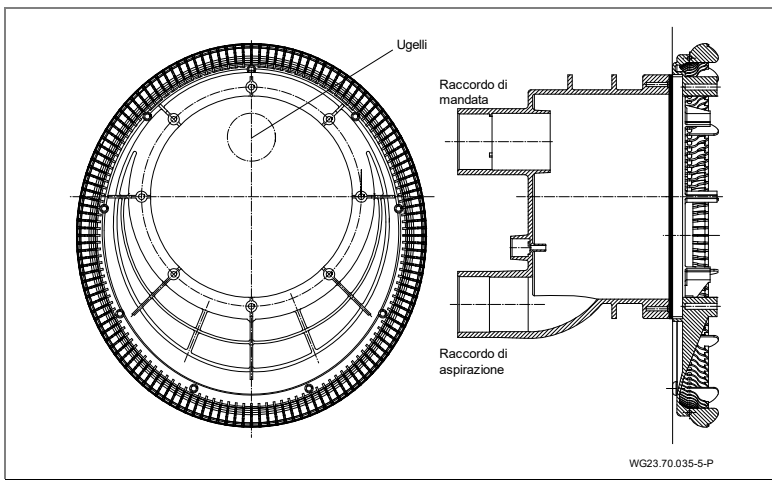
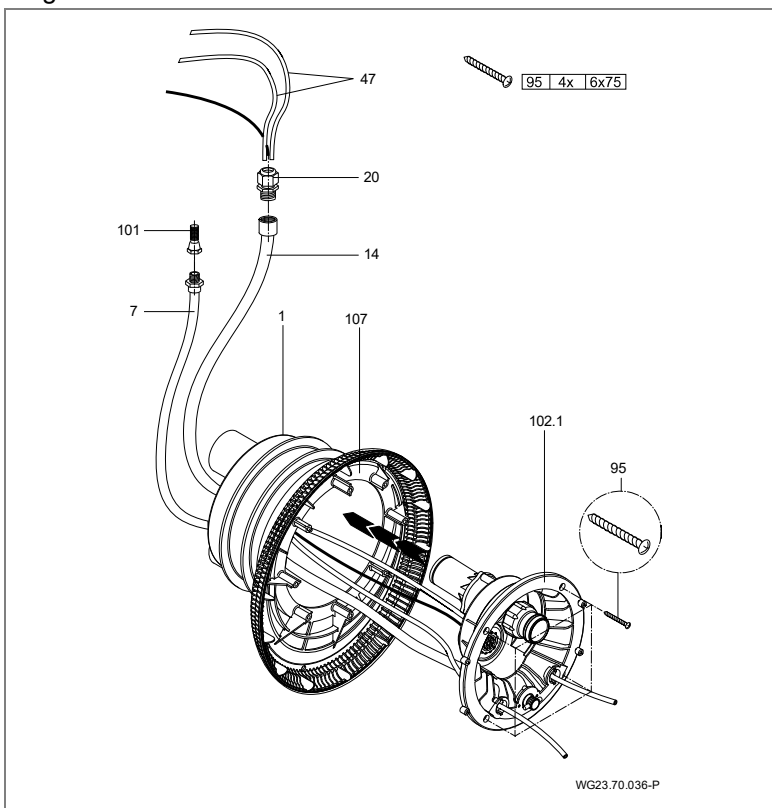

Fig. 16
Fig. 17
2. Applicare il corpo di aspirazione (107) all'anello elastico. Osservare la corretta posizione di montaggio. (Fig. 16)
3. Applicare l'alloggiamento degli ugelli (102.1) sul corpo da murare (1).
5. Fissare il tubo dell'aria con il morsetto (8) al regolatore aria (21) montato da parte del costruttore.
6. Fissare l'alloggiamento degli ugelli (102.1) con quattro viti autofilettanti (95) al corpo da murare (1). (Fig. 17)
10. Fissare i tappi decorativi nella copertura della luce (110), come illustrata il fig. 16 A-C. Utilizzare i tappi decorativi corretti per la parte sinistra (L) e destra (R). (Fig. 20)